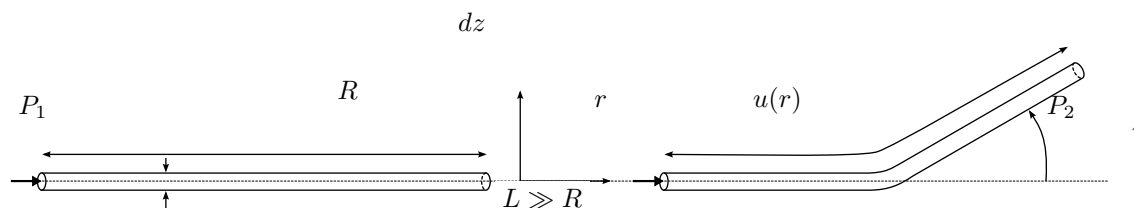

FIGURE 1 – Ecoulement laminaire en conduite cylindrique.
On considère l'écoulement incompressible d'un fluide newtonien homogène de masse volumique  $\rho$  dans une conduite de section circulaire de rayon  $R$  et de grande longueur  $L$  suivant l'axe  $Oz$  (fig. 1). Le fluide dans la conduite est mis en écoulement sous l'action d'une différence de pression entre l'entrée et la sortie de la conduite. Sans perte de généralité on supposera  $P_1 > P_2$ , et on notera  $G = (P_1 - P_2)/L$  le gradient de pression entre l'entrée et la sortie. On négligera les forces massiques (dont la pesanteur). On notera  $\nu$  et  $\mu = \rho\nu$  les viscosités cinématique et dynamique. La géométrie du problème conduit naturellement à travailler dans un repérage cylindrique  $(r, \theta, z)$ .
2. Question subsidiaire : une autre méthode consiste à dériver l'équation pour  $u$  à partir d'un bilan de quantité de mouvement. Il n'est en effet pas nécessaire d'avoir écrit les équations de Navier-Stokes dans le cas général pour l'appliquer dans ce cas particulier : il suffit de remonter au bilan de quantité de mouvement sur un volume de contrôle élémentaire et de l'écrire dans le cas particulier (1).
b) En écrivant le bilan de quantité de mouvement *suivant*  $z$  pour le volume de contrôle de rayon  $r$  et de longueur infinitésimale  $dz$  (fig. 1), montrer que